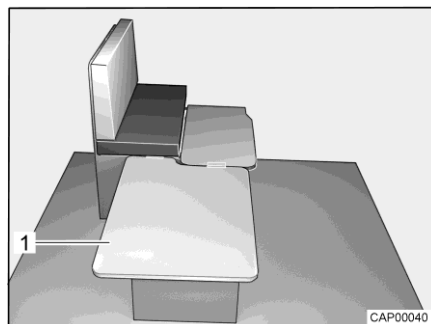

Fig. 51 Durante la trasformazione
- Agganciare la tavola di rinforzo (Fig. 51,1) lateralmente sui sedili e posizionarla sul tavolo.